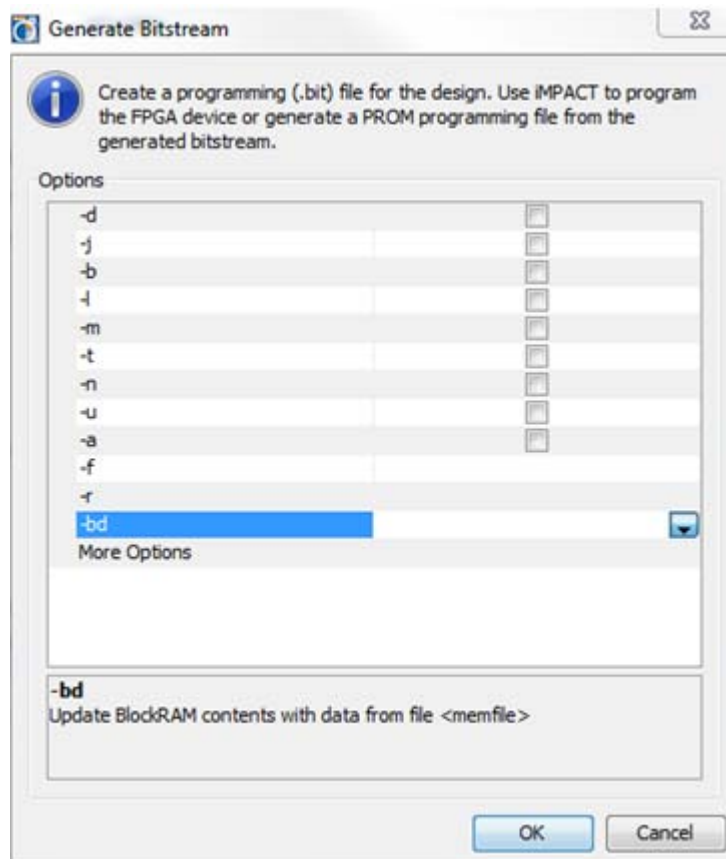

図 3-34： [Generate Bitstream] ダイアログ ボックス
1. PlanAhead で、Flow Navigator から [Program and Debug] をクリックし、[Generate Bitstream] をクリックします。BitGen オプションを指定する [Generate Bitstream] ダイアログ ボックスが開きます (80 ページの図 3-34)。